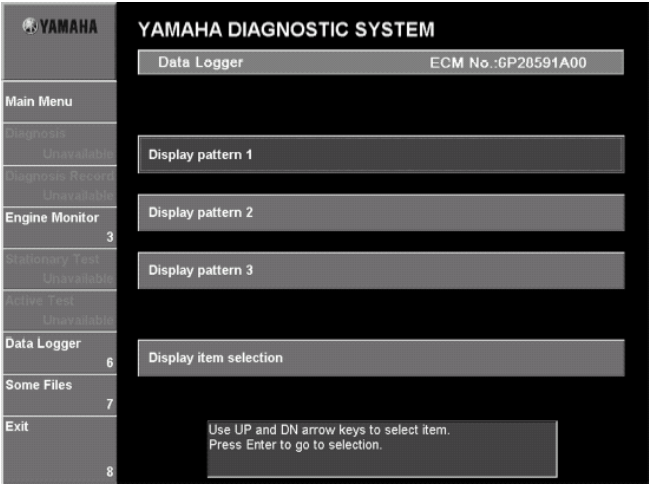

Рис. 126
3. отображается Следующее окно. (Рис. 126) Перейти к шагу 3 в соответствии процедуры построения графика.